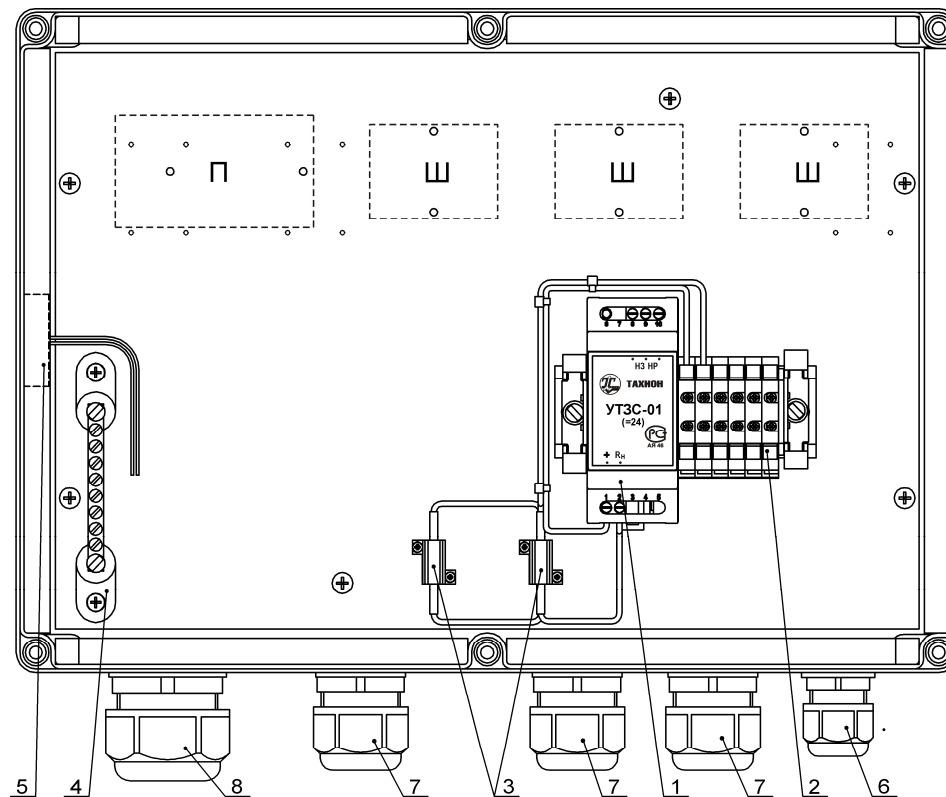

Рис.1 Устройство КМГО-24-2-5 (крышка не показана)
В состав изделия входят (см. рис.1 и рис.2):
1. Заземлить любой свободный контакт нулевой шины Ш (поз.4 рис.1).
3. Подключить магнитоконтактный извещатель Sm (поз.5 рис.1) к внешнему устройству сигнализации.